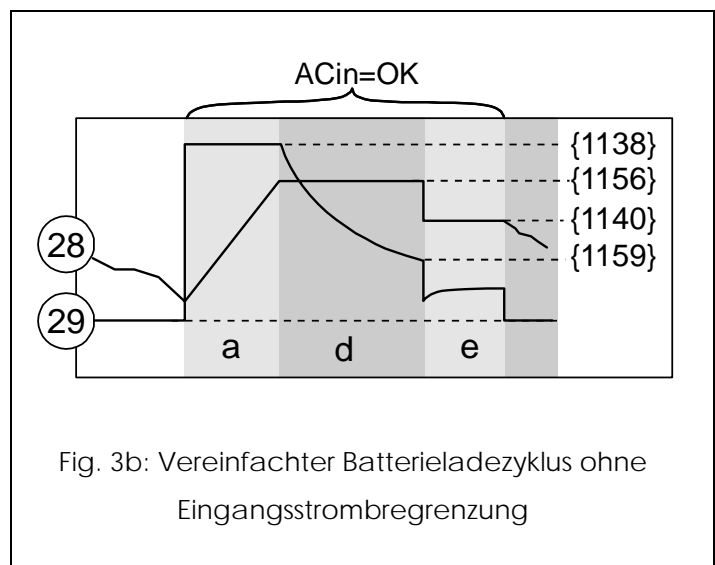

Fig. 3b: Vereinfachter Batterieladezyklus ohne Eingangstrombegrenzung
Der Xtender ist auf eine Wechselstromversorgung durch beispielsweise das öffentliche Netz oder einen Generator ausgelegt. Überprüfen Sie, ob die Nennspannung der Stromquelle mit der auf dem Typenschild des Xtender angegebenen Nennspannung (34) übereinstimmt (Abb. 3b).
Schließen Sie die Stromquelle an die mit „AC INPUT“ (13) gekennzeichneten Eingangsklemmen an. Verwenden Sie dazu Kabel, deren Querschnitte auf die Stromquellenleistung ausgelegt sind. Bauen Sie zusätzlich eine geeignete Schutzvorrichtung ein. Diese darf höchstens auf den maximal möglichen AC-Eingangstrom (35), der auf dem Typenschild angegeben ist, ausgelegt sein (Abb. 3b).